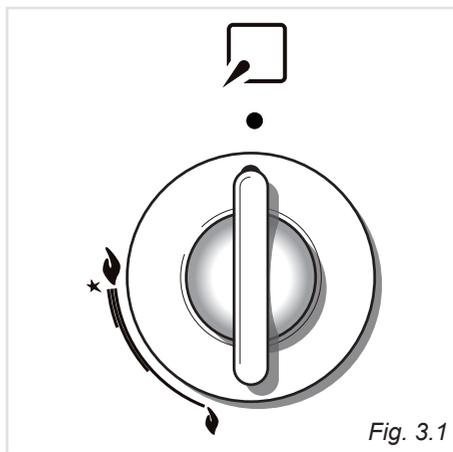

Fig. 3.1
L'afflusso del gas ai bruciatori è regolato da un rubinetto valvolato comandato dalla manopola di fig. 3.1.
- √ L'accensione elettrica è incorporata nelle manopole dei bruciatori e si identifica per il simbolo ★ vicino al simbolo 🔥 (fig. 3.1).